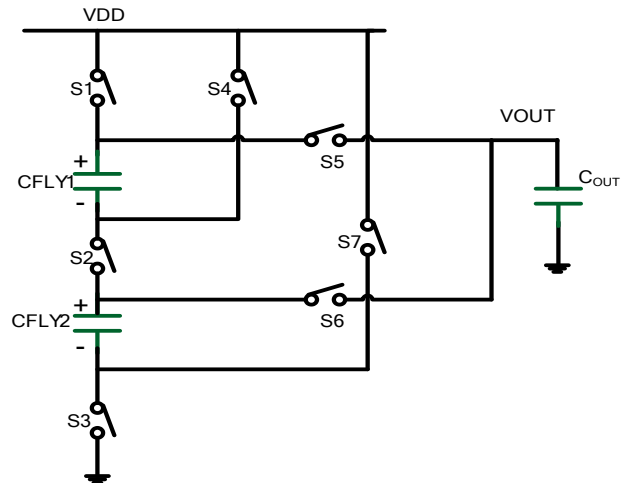
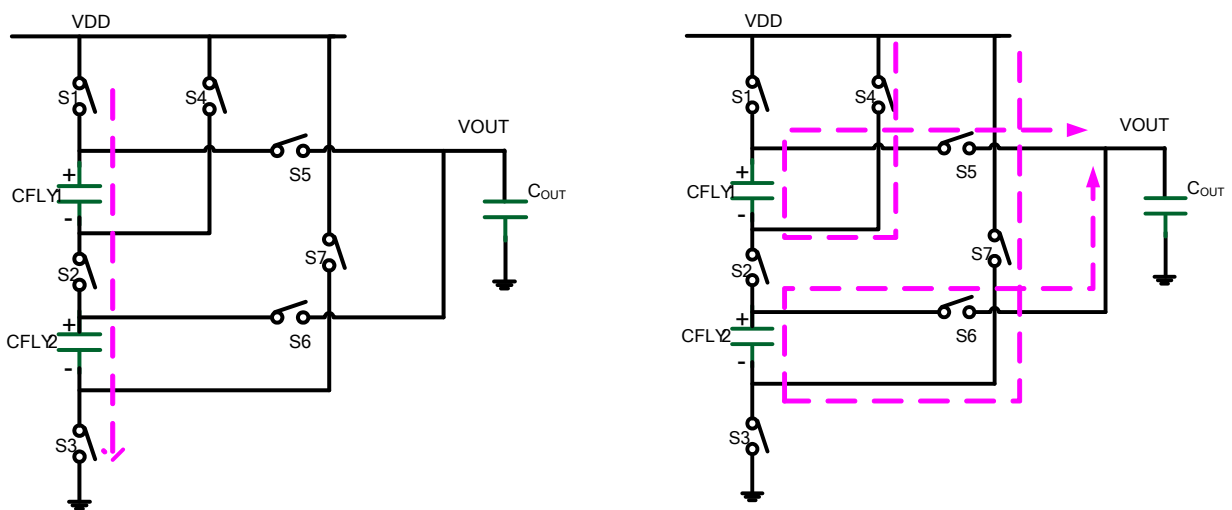

图 6 1.5 倍电荷泵基本结构图
图 7 1.5 倍电荷泵工作原理图
1.5 倍电荷泵的基本组成如图 6 所示，工作原理如图 7 所示，在充电相  $\Phi 1$ ，电流的方向如上左图所示，S1, S2, S3 导通， $C_{FLY1}$  和  $C_{FLY2}$  上累积电荷，并在正负极板间形成电压  $V_{C1}$  和  $V_{C2}$ ；在放电相  $\Phi 2$ ，电流方向如下右图所示，S4~S7 导通，电源通过  $C_{FLY1}$  和  $C_{FLY2}$  放电，将电荷转移到负载端。